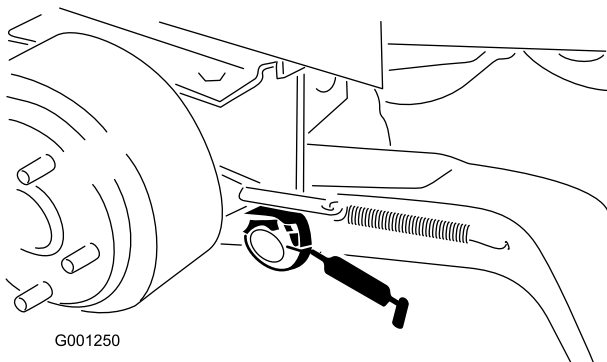

Figure 40
- Bagues de pivots de bras de relevage (Figure 40)